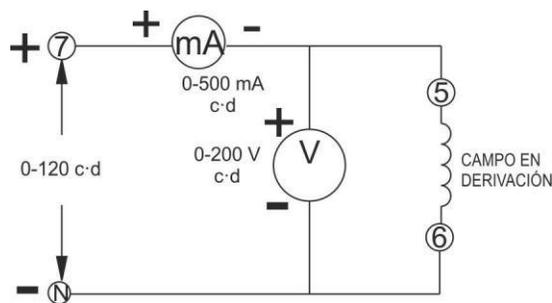

Figura 1
1. A continuación medirá la resistencia de cada devanado del motor utilizando el método del voltímetro-amperímetro. Con estos datos calculará la pérdida de potencia en cada devanado. Use los Módulos EMS de fuente de energía, medición de c-d y motor/generador de c-d para conectar el circuito de la figura 1.
a) Este es el mismo circuito que se ilustra en la figura 1, excepto que el devanado de campo en serie sustituyó al devanado de campo en paralelo y que el medidor de 5 Ac-d ha reemplazado a uno de 500 mA-c-d.